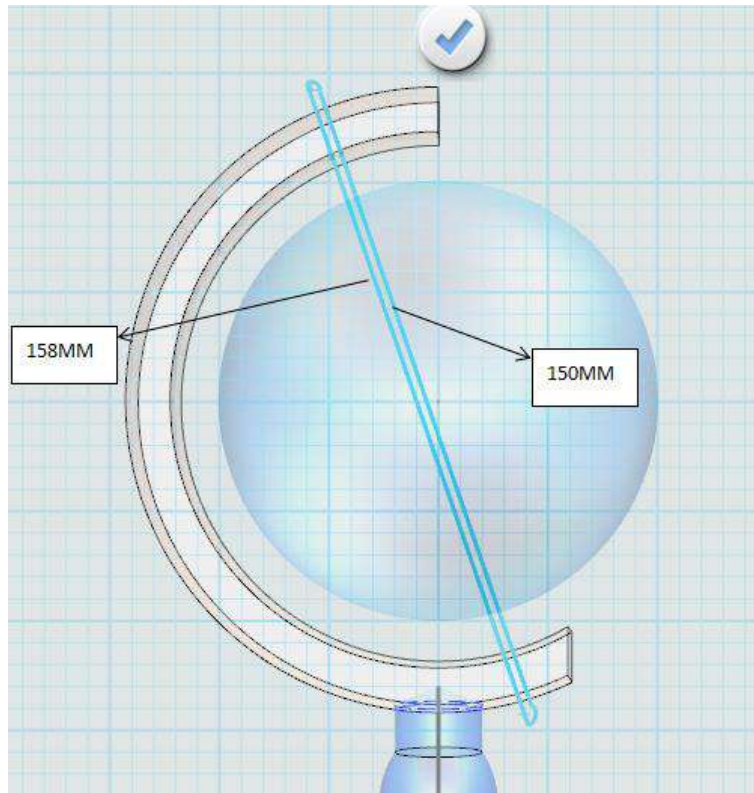

图 1-8
Step 8 接下来绘制地球仪转轴部分，使用草图绘制命令  中的  圆弧和  直线，如下图 1-8 所示：